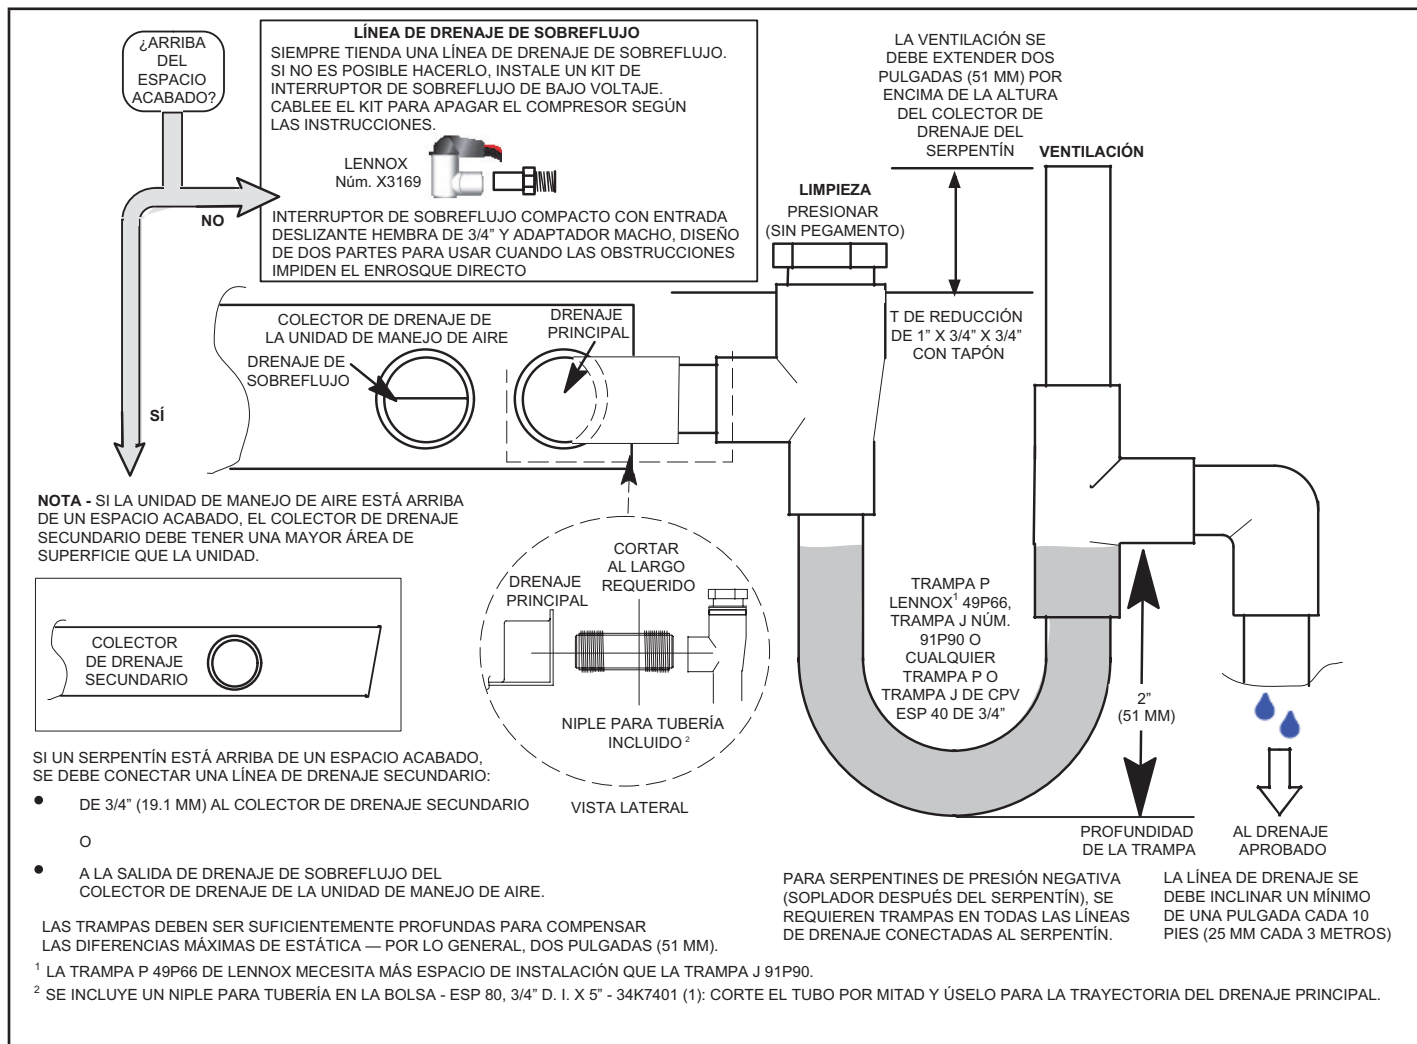

FIGURA 10. Drenaje típico principal y de sobreflujo
- 6 - Instale una trampa de 2 pulg. en las líneas de drenaje principales (primarias) lo más cerca posible de las unidades (ver la Figura 10). Asegúrese de que el extremo superior de la trampa esté debajo de la conexión al colector de drenaje para que el colector se drene por completo.